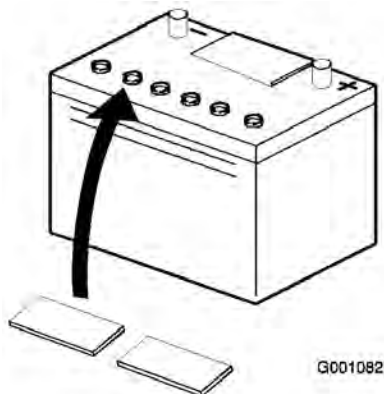

Figura 5
3. Limpie la parte superior de la batería y retire los tapones de ventilación (Figura 5).
6. Coloque los tapones de ventilación (Figura 5).